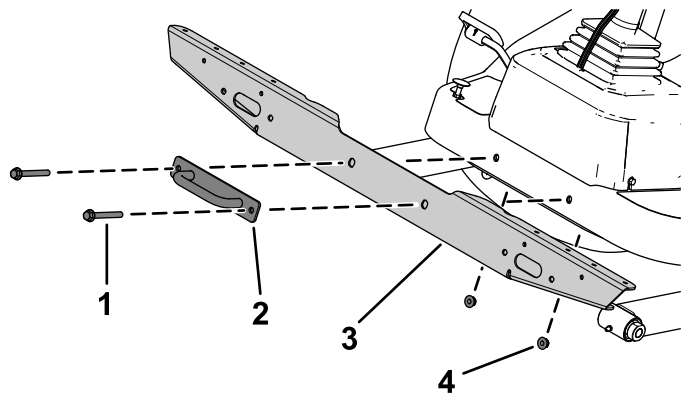

Figura 18
- 2. Fissate il supporto trasversale dei fari sulla piattaforma con i bulloni, i dadi e la staffa di ancoraggio precedentemente rimossi (Figura 18).